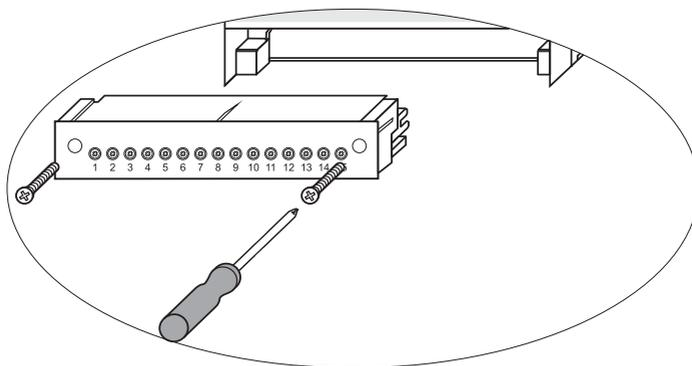

Fig. 12
- Regleta de bornes superior e inferior: Soltar los tornillos de fijación a la derecha e izquierda y extraer la regleta de bornes. **Fig. 12**